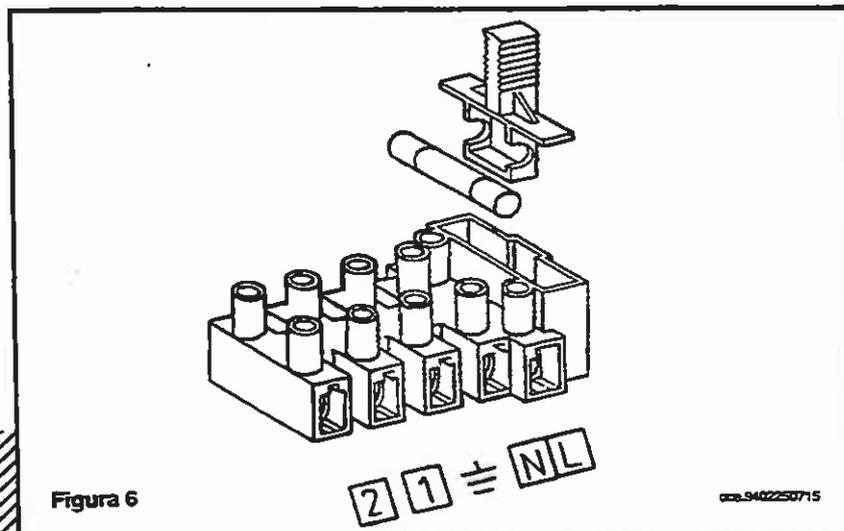

Figura 6
- \* accedere alla morsettiera di alimentazione (figura 6) come descritto al capitolo precedente;
- \* togliere il ponticello presente sui morsetti (1) e (2);